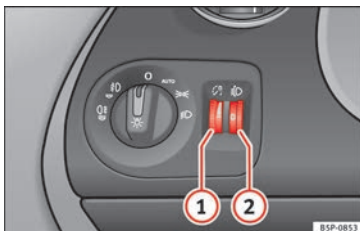

Abb. 61 Ausschnitt aus der Instrumententafel: Regler für die Instrumenten-/Schalterbeleuchtung und Leuchtweitenregulierung
leuchtung durch Drehen des Rändelrades **» Abb. 61 ①** stufenlos regulieren.